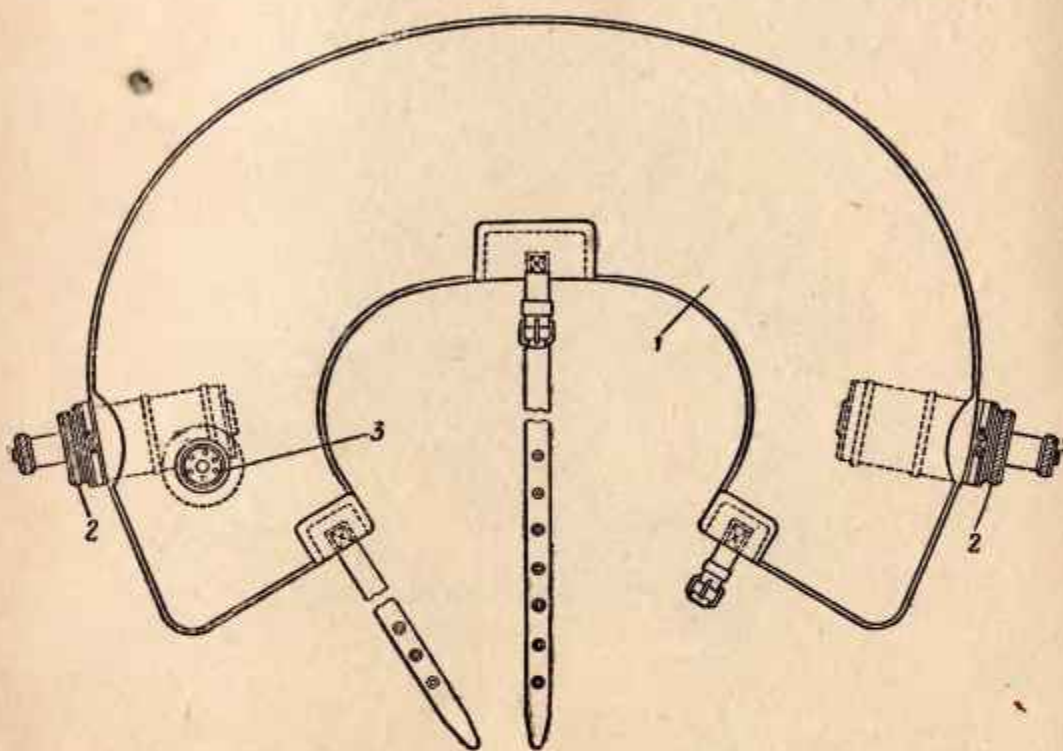

Рис. 16. Спасательный пояс:
15. Спасательный пояс (рис. 16) применяется при подводных работах и служит вспомогательным средством для всплытия на поверхность воды, а также может быть использован для плавания на поверхности воды. Он состоит из резинового пояса 1 емкостью 11 л, двух газообразователей 2 и предохранительного клапана 3. Спасательный пояс имеет ремни для закрепления его на человеке.